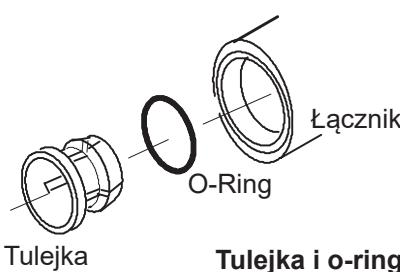

RYS. 17
- Wsuwaj końcówkę rurki w tuleję szybkozłączki do oporu, aby rurka przeszła przez o-ring (Rys. 16). Kontynuuj czynność, aż rurka zostanie umieszczona prawidłowo do końca w kielichu łącznika (Rys. 17). Nie zaprzestań wciskania rurki, gdy przechodzi ona przez o-ring. Ten częsty błąd może spowodować w przyszłości przeciek. Rurka 1/4" jest poprawnie umieszczona w łączniku, gdy znajduje się w nim na głębokości 1,7 cm. Rurka 3/8" jest prawidłowo umieszczona w łączniku, gdy znajduje się w nim na głębokości 1,9 cm. Zaznacz końcówkę rurki za pomocą markera lub taśmy, aby wiedzieć jak głęboko rurka weszła do łącznika (Rys. 16 i 17).